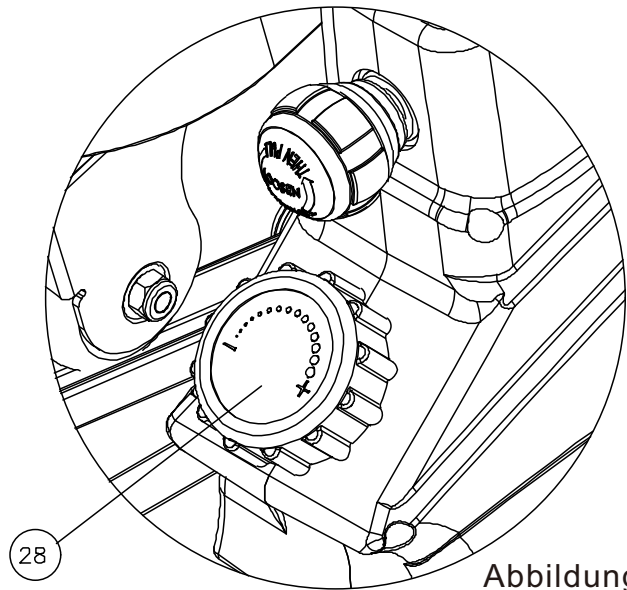

Abbildung 6
6. Die Größe des Widerstands kann durch Drehen der "+" und "-" Tasten am 28-Stufen-Geschwindigkeitsregler nach links und rechts eingestellt werden. Wie in Abbildung 6 dargestellt: